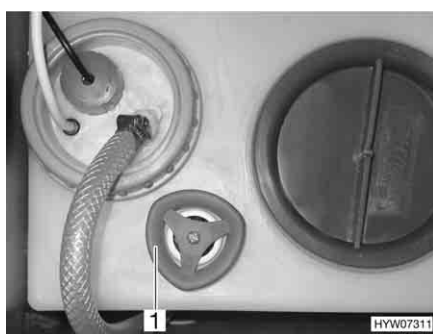

Fig. 82 Serbatoio dell'acqua
- Sul serbatoio dell'acqua ruotare la maniglia girevole (Fig. 82,1) in senso orario, per chiudere l'apertura di scarico.
- Sul serbatoio dell'acqua ruotare la maniglia girevole (Fig. 82,1) in senso antiorario, per aprire l'apertura di scarico.